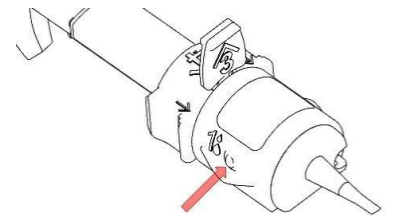

Fig. 1.
3. Introduzca completamente la cánula (23-27G) de una jeringa llena de material viscoelástico en la pequeña abertura indicada con '1' (Fig. 1), manteniendo una ligera presión sobre la punta de la cánula. Se inyecta la solución viscoelástica a través de la abertura. La cantidad inyectada de viscoelástico, es suficiente tan pronto como la óptica de la LIO, esté cubierta por la solución viscoelástica.